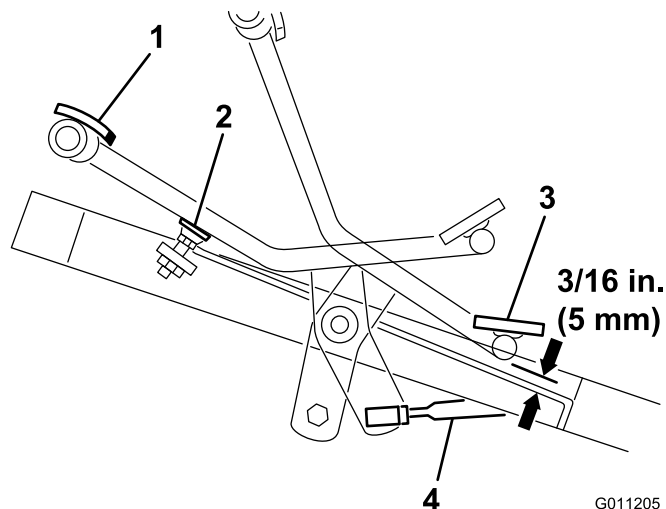

Figure 44
1. Appuyez à fond sur le haut (marche avant) de la pédale de déplacement jusqu'à ce que le tiroir de la section N° 5 soit complètement sorti. La pédale doit toucher la butée (Figure 44).
2. Vérifiez la distance entre le bas de la pédale et le repose-pied, comme illustré à la Figure 44. La distance doit être d'environ 5 mm. Si la distance est supérieure ou inférieure à 5 mm, il faut régler la tige de commande de déplacement. Procédez comme suit :
A. Enlevez le contre-écrou et la rotule qui fixent la tige (Figure 44) au pivot de l'arbre de transmission.